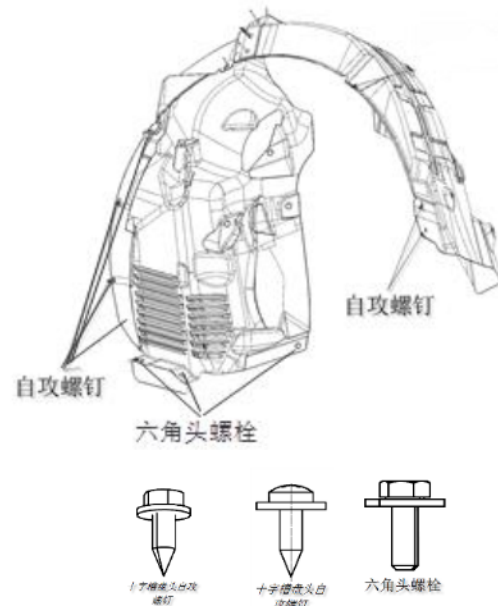

图 2-9
(1) 用十字螺丝刀拆卸与前保险杠连接的 4 个螺钉，拆除后侧与裙板连接的 2 个自攻螺钉，以及与发动机挡泥板连接的 3 个六角头螺栓，如图 2-9 所示：